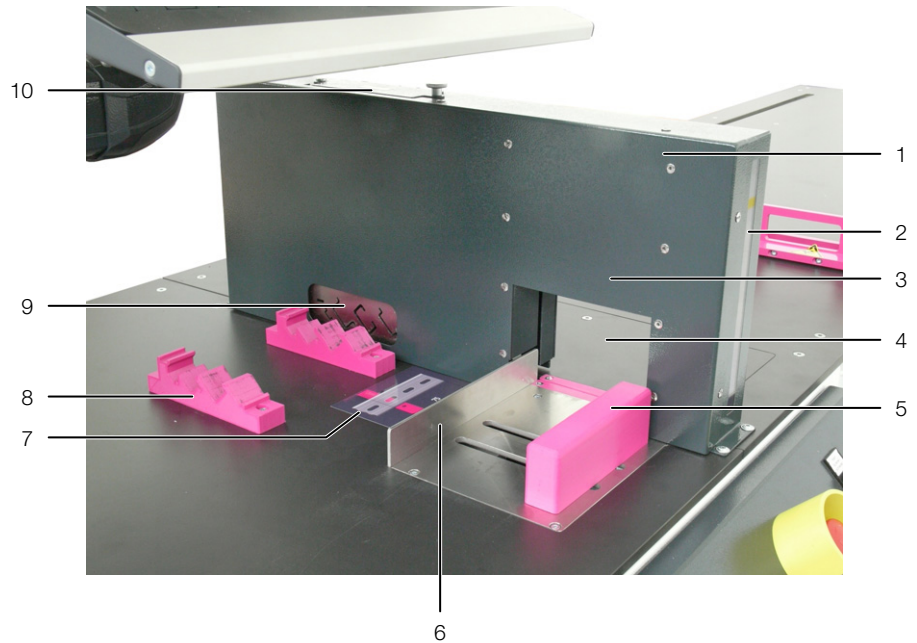

Fig. 2: Tilsæringsområde
- 6 Tilskæringsområde (fig. 2)